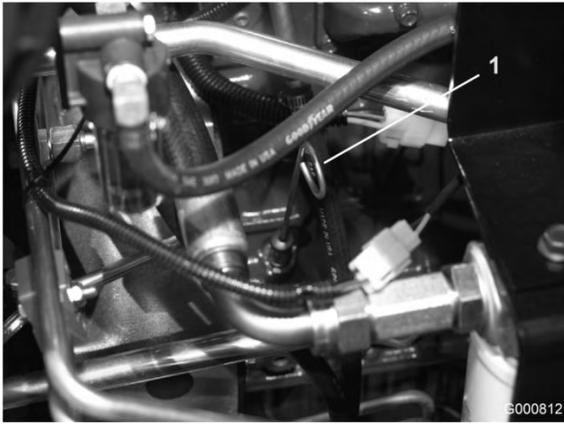

Figura 31
2. Togliete l'asta di livello (Figura 31), pulitela con un panno e reinsertela. Estraetela di nuovo e controllate il livello dell'olio sull'asta: l'olio deve raggiungere la linea di pieno (Full) sull'asta.